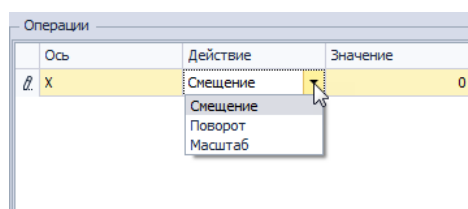

Рис. 176 Выбор действия для ориентации 3D-модели
3. Выберите тип действия (Смещение, Поворот или Масштабирование). Выбор действия осуществляется с помощью выпадающего списка в столбце «Действие», см. Рис. 176.